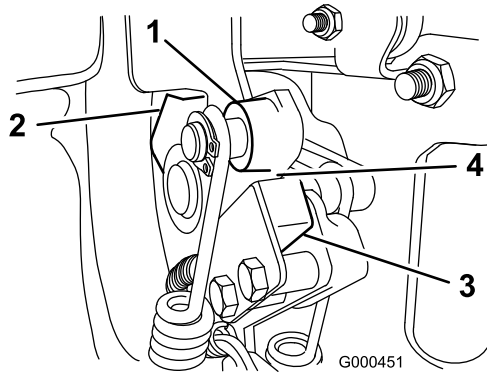

Bild 32
2. Legen Sie den Fahrtriebshebel ein, bis er den Neutral-Stopp berührt (Bild 32).
3. Lösen Sie die Befestigungsschrauben des Sicherheitsschalters (Bild 32).
4. Legen Sie eine 0,8 mm dicke Beilagscheibe zwischen dem Fahrtriebshebel und dem Sicherheitsschalter (Bild 32).